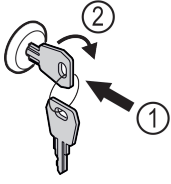

Fig. 172
- ▶ Вдавити ключ Fig. 172 (1).
- ▶ Повернути ключ на 90° за годинниковою стрілкою Fig. 172 (2).